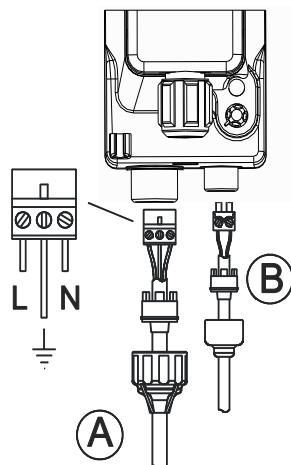

Abb. 13: Anschlussplan
**ACHTUNG: Vor dem Öffnen der Pumpe (über den hinteren Deckel) immer die Anschlüsse trennen, wie dies auf dem Schema in Abb. 13 gezeigt wird.**